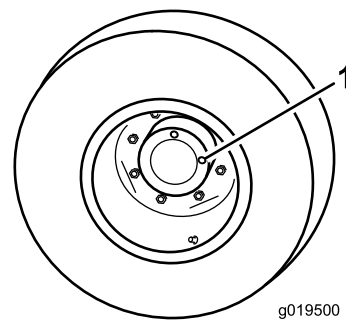

Рисунок 72
1. Поставьте машину на горизонтальную поверхность и расположите колесо так, чтобы одна контрольная пробка (Рисунок 72) находилась в положении "12 часов", а другая в положении "3 часа".
2. Снимите пробку в положении 3 часа (Рисунок 72). Уровень масла должен быть в пределах 6 мм от отверстия контрольной пробки.